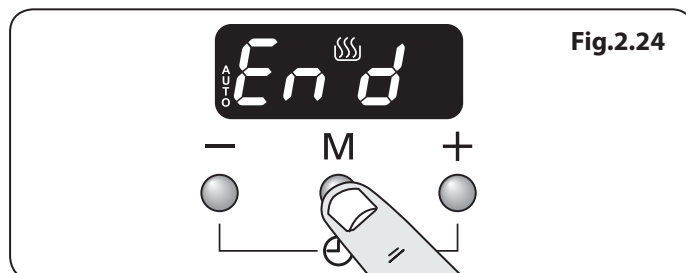

Fig.2.24
1. Appuyer sur le bouton mode [M] 3 fois, jusqu'à ce que l'écran clignote (Fin) (Fig.2.24).